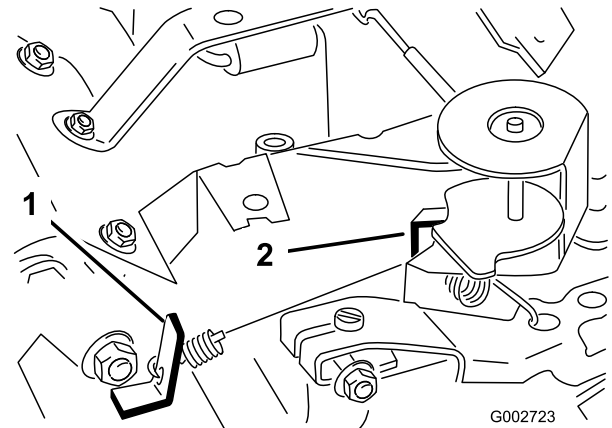

Bild 38
3. Biegen Sie den Anker-Federmitnehmer (Bild 38), um eine Leerlaufgeschwindigkeit von 1725 ± 50 U/min zu erzielen. Prüfen Sie die Motordrehzahl mit einem Drehzahlmesser.
- Biegen Sie den Federankermitnehmer in der Vollgaseinstellung (Bild 38), bis Sie eine Vollgasdrehzahl von 3400 ± 50 U/min realisieren.